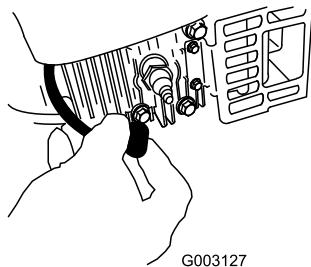

Figure 32
- Débranchez la bougie (Figure 32) avant de procéder à un quelconque entretien.